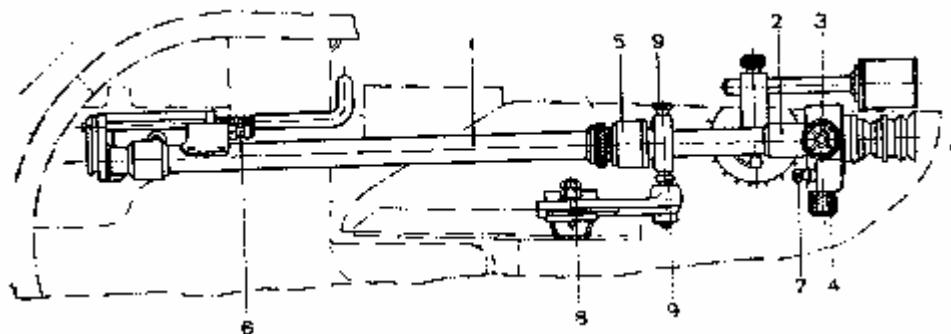
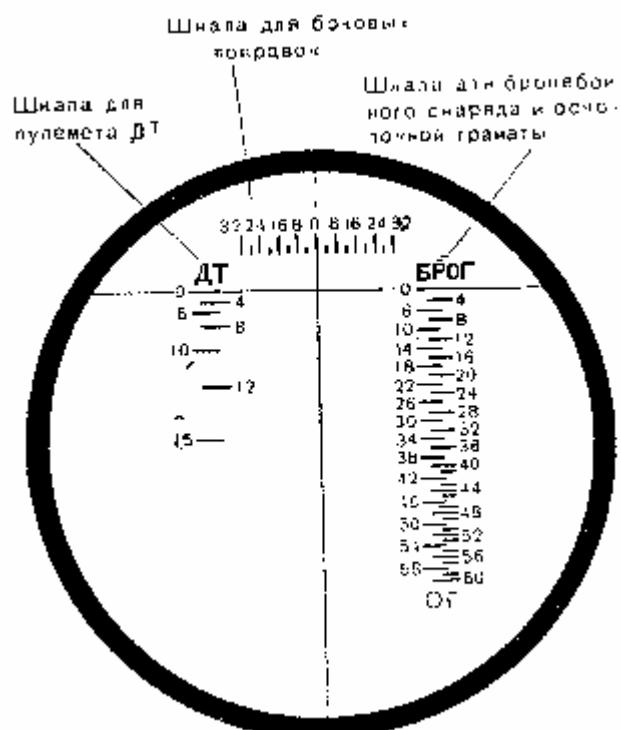

Рис. 183. Телескопический прицел 10Т-15:
Рис.184. Вид поля зрения прицела 10Т-15 при нулевых установках шкал
Прицел 10Т-15 (рис. 183) представляет собой прямую телескопическую трубу, установленную в двух кронштейнах. К трубе жёстко прикреплен корпус 2 прицела. В поле зрения прицела имеются следующие шкалы (рис. 184):
- 5) Вращая маховички 3 и 4 прицела (рис. 183), установить горизонтальную нить перекрестья прицела на нулевые деления шкалы дальностей, а вертикальную нить — на нулевое деление шкалы боковых поправок; проверять установку через прицел.